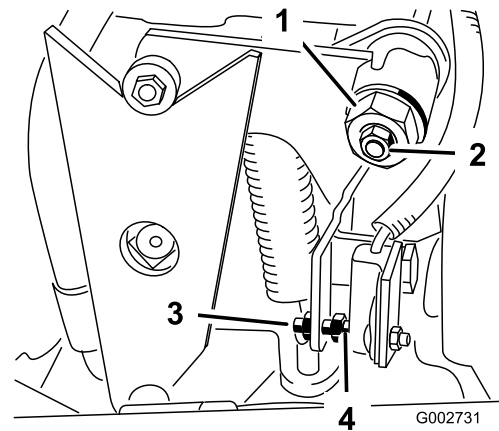

Figura 33
4. Afloje la contratuerca de la leva de ajuste de tracción (Figura 33).
5. Arranque el motor y gire el eje hexagonal de la leva (Figura 33) en ambos sentidos para determinar la posición intermedia de la sección de punto muerto.
3. Ajuste el tornillo hasta que el hueco sea de $1,5 \text{ mm} \pm 0,8 \text{ mm}$ (Figura 33).